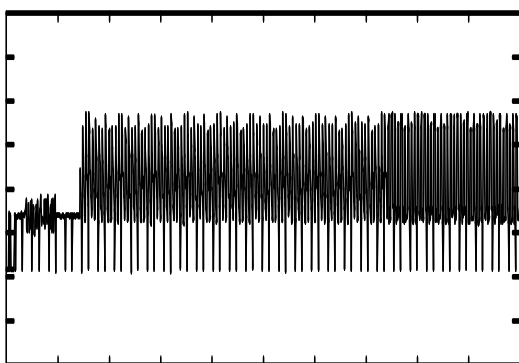

Abbildung 4
- Das beobachtete Bild entspricht den 10 ersten Millisekunden des TV-Rasters. Die Synchronisationsbahn ist am Bildschirmbeginn deutlich sichtbar (Abbildung 4)